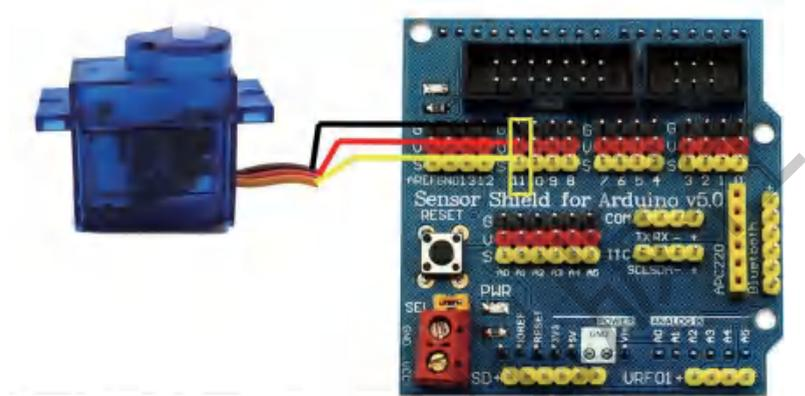
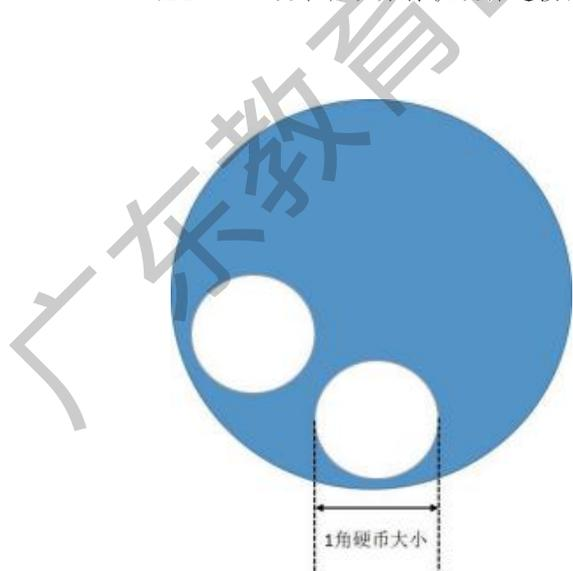

图14-7 硬币自动分拣机硬件连接图
图14-8 硬币自动分拣机的筛子图示
- (1) 取出舵机，一般它都自带一条三合一线，将棕色线口插入扩展板上11 G，红色线口插入11 V，黄色线口插入11 S，如图14-7所示。
- (2) 取出舵机标配一字型指针插在舵机顶部。
- (3) 找一个圆形硬纸盒盖，在盒顶部按1角硬币大小挖一个洞，当作筛选硬币的筛子，然后将盒盖固定在舵机指针上，如图14-8所示。